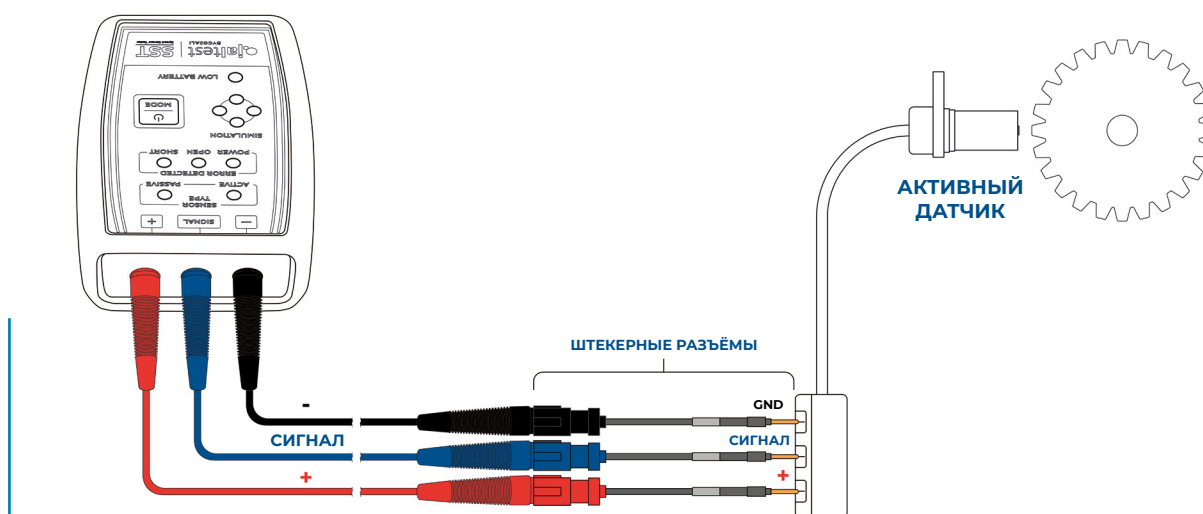

РИСУНОК. 2
- 1 Отсоединить датчик скорости от транспортного средства и подключить его к устройству Jaltest SST, через штекерные разъёмы, согласно РИС. 2 раздела «Схемы подключения».
- 2 Включить устройство и перейти в режим «Считывания Сигнала Пассивного Датчика», воздействуя на кнопку выбора режима (1) в соответствии с нажатиями, описанными в таблице функций на стр. 6. Должен гореть светодиод Пассивного Датчика, а также светодиоды ошибок, которые могут быть обнаружены.